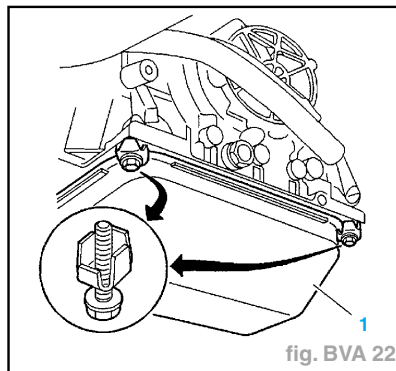

fig. BVA 22
- Reposer le carter inférieur (1) (fig. BVA 22).